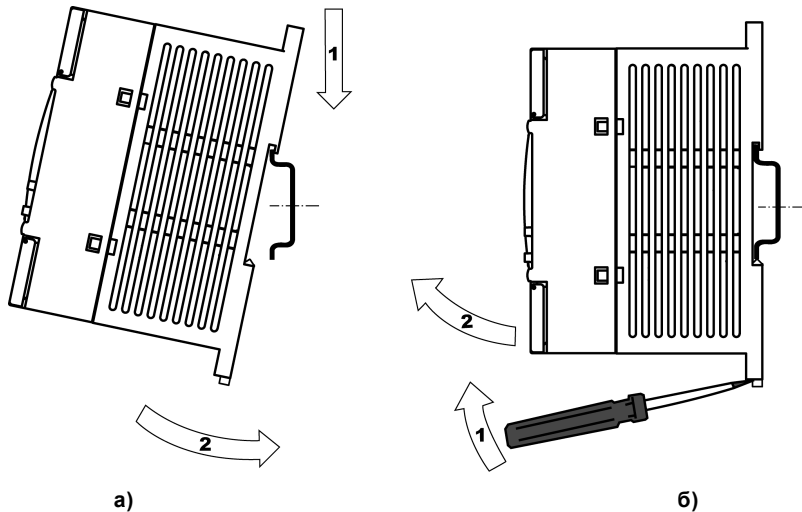

Рисунок 6.1 – Монтаж контролера з кріпленням на DIN-рейку
- для знімання контролера з DIN-рейки у вушка защіпок вставляються вістря викруток (див. рисунок 6.1, б), та защіпки одночасно віджимаються за стрілкою 1, після чого контролер відводиться від DIN-рейки за стрілкою 2.